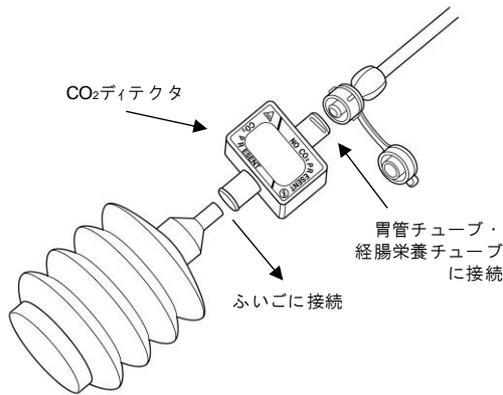

図 4
3. 本品のオスコネクタを胃管チューブ及び経腸栄養チューブに確実に接続し、別袋のふいごをメスルーコネクタに接続する(図 4)。